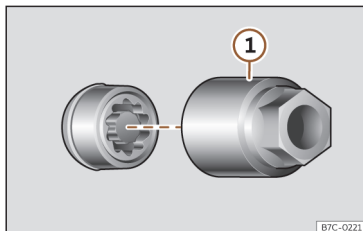

Fig. 33 Parafuso antirroubo da roda com capa de proteção e adaptador.
- Encaixe o adaptador especial»» **Fig. 33 ①** (ferramenta de bordo)»» **Página 44**) no parafuso antirroubo da roda até ao limite.